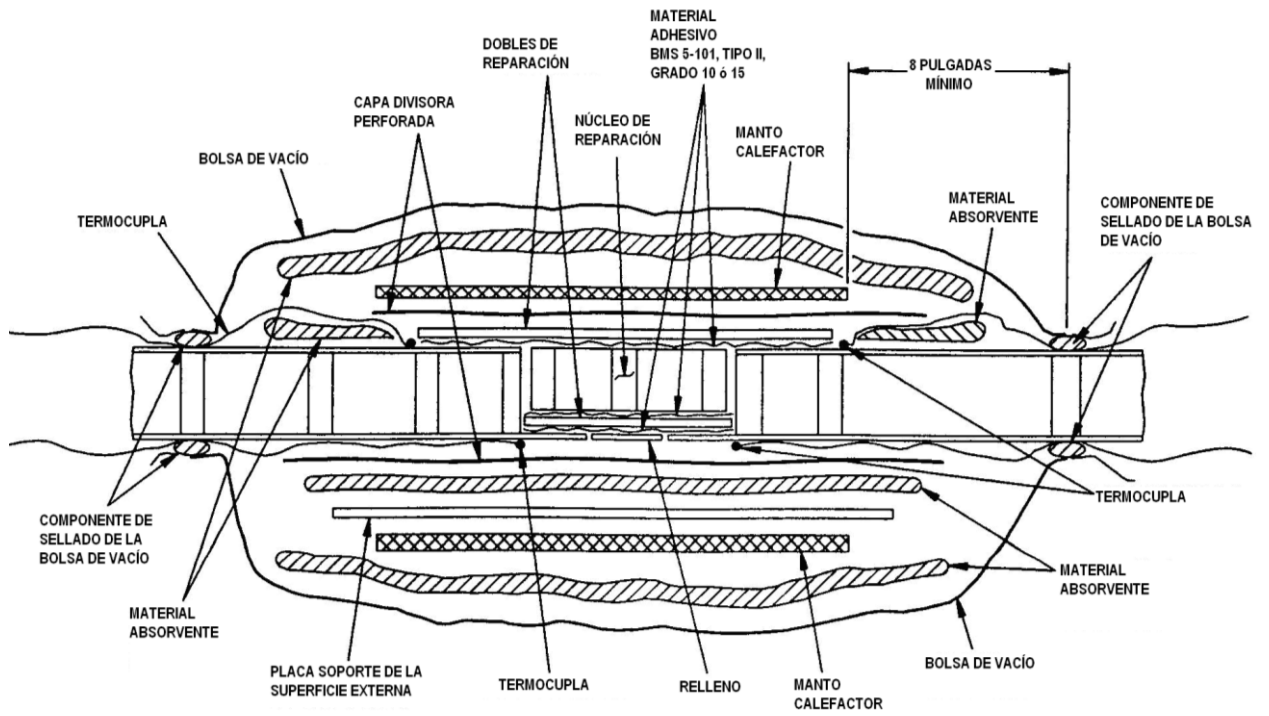

Figura 2.28. Aplicación de presión durante el curado de paneles planos.
- b) Ubicar todos los elementos del proceso tal como muestra la Figura 2.28. Los *Heat Blankets* deben ser 2 [in] mayor que el *doubler* de reparación.